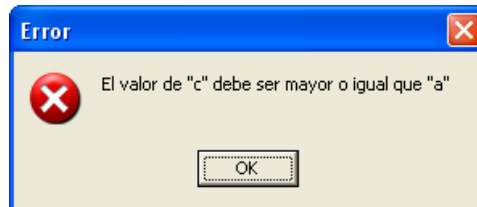

Figura 11.48.
- Figura 11.48: No necesita comentario.